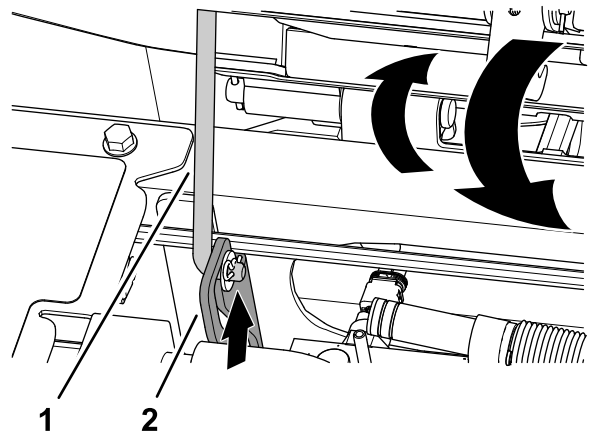

Figura 65
1. Gire el asiento un poco y levante la varilla de sujeción para retirarla de la ranura del soporte del asiento (Figura 65).